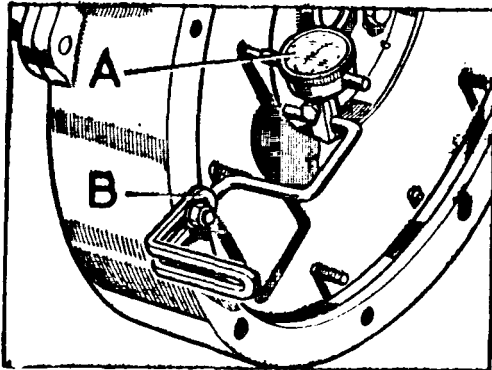

Fig. A1-95 Comprobación del alabeo del volante
- 2.3. Comprobar el alabeo del volante haciendo uso de un comparador de reloj, A, (Fig. A1-95), instalado en su soporte, B, referencia 530106. Dicho alabeo no puede ser superior a 0,05 mm.